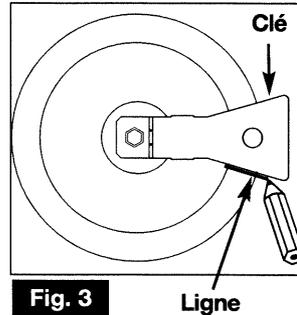

Fig. 3
- ⇒ Tracez une ligne sur la plaque d'âtre à l'aide d'un crayon à l'endroit indiqué (fig. 3).